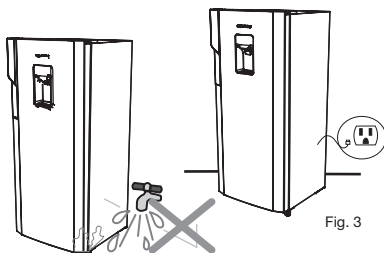

Fig. 3
• Evite instalar el aparato en lugares que puedan verse afectados por corrientes de aire o humedad, como pisos o paredes con filtración de agua o a la intemperie. Si existe en el área humedad o salpicaduras de agua, puede ocasionar oxidación, sudoración en las paredes laterales o corto circuito. Ver Fig.3 No instale el refrigerador al aire libre.